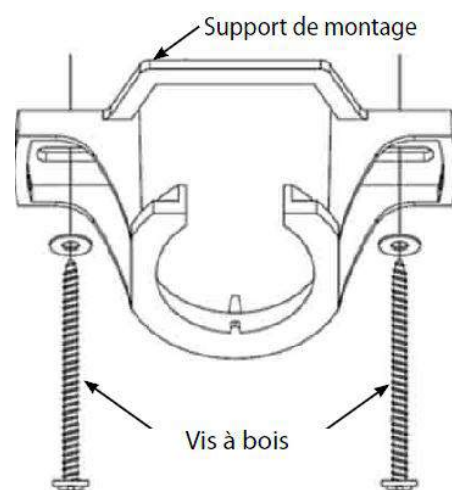

Figure 2
- 3) Installez le support de montage (Figure 2) en le fixant sur une solive de plafond à l'aide des longues vis fournies. Assurez-vous que 40mm Figure 2 au moins de la vis soit vissée dans le support.